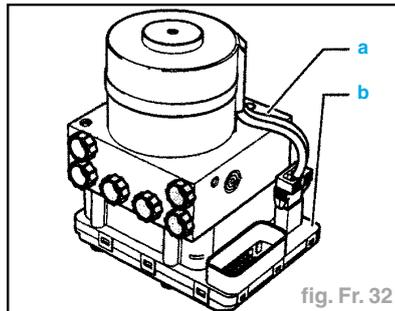

fig. Fr. 32
- L'unité hydraulique (a) et l'appareil de commande (b) constituent un ensemble. Une désolidarisation n'est possible que lorsque l'ensemble est déposé (fig. Fr. 32).